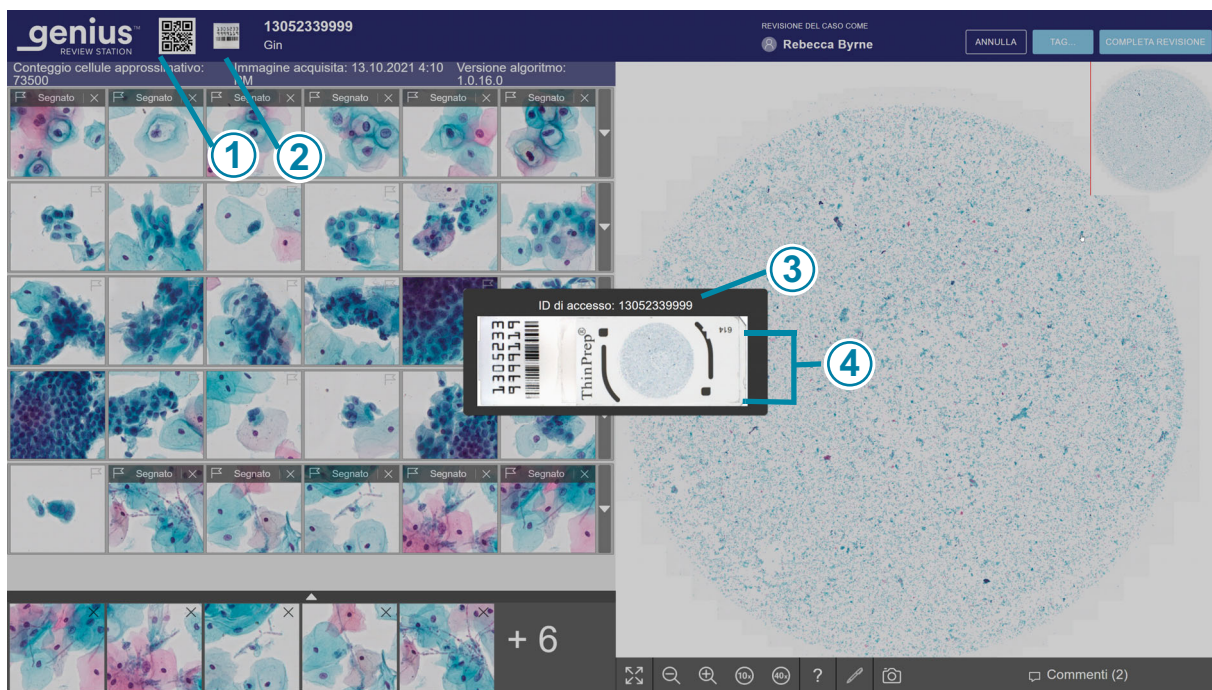

Figura 2-3-4 L'immagine macro mostra l'area dell'etichetta del vetrino, ad es. di un caso con Genius Cervical AI
①	ID di accesso e immagine macro dell'area etichette vetrini La stazione di revisione visualizza l'ID di accesso come testo e come codice QR. Per vedere l'immagine macro della diapositiva, fare clic sull'immagine macro dell'area dell'etichetta della diapositiva. Consultare Figura 2-3-4. Per vedere un'immagine più grande del codice QR, fare clic sul codice QR. Per scansionare l'ID di adesione con uno scanner di codici a barre opzionale, scansionare l'immagine macro della diapositiva, il codice QR più piccolo dell'ID di adesione o l'immagine più grande del codice QR.
②	Sopra la raccolta sono visualizzati il conteggio approssimativo delle cellule, la data in cui è stata acquisita l'immagine del vetrino e la versione dell'algoritmo. Per maggiori dettagli, consultare "Conteggio delle cellule, data e versione dell'algoritmo" a pagina 3.12.
Legenda della Figura 2-3-4